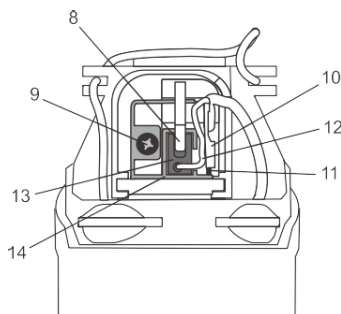

Fig. 10
9. Tournez l'outil sur le dos avec le mandrin pointant vers le haut (Fig. 10).
b) Assurez-vous que l'extrémité du ressort hélicoïdal est placée sur le dessus de la brosse en carbone (Fig. 10).